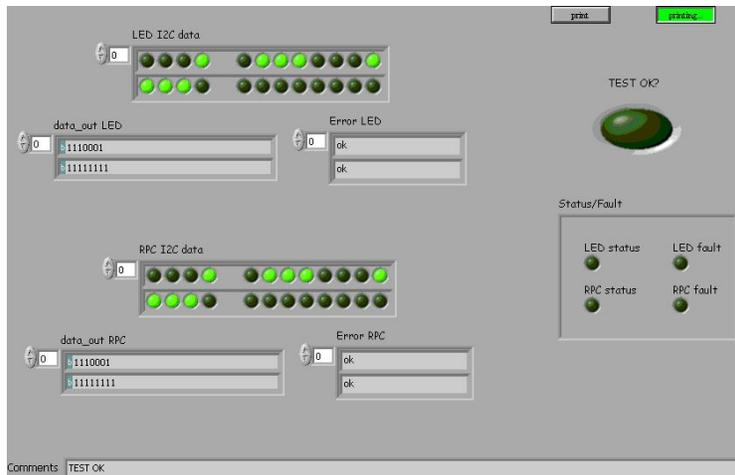

Figura 25: Output Corretto per il test Led-RPC
- Se non si e' accesa, verificare che i dati siano come in Figura 25.